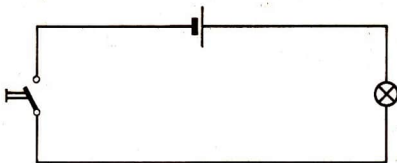

Bild 29/1 Schaltplan eines einfachen Stromkreises
- Betrachte das Bild 29/1! Überlege, ob die Glühlampe leuchten würde! Begründe deine Antwort!